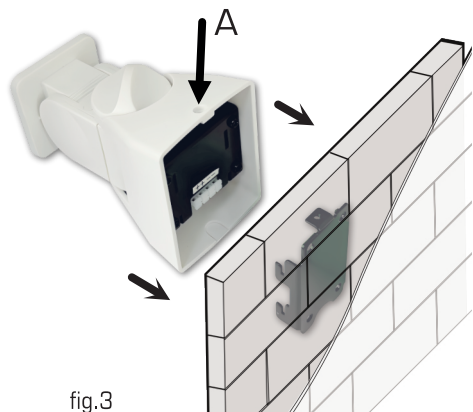

fig.3
Riferendovi alla Fig. 3, montate a parete la placca di supporto (utilizzando le viti e i tasselli in dotazione) in corrispondenza della conduttura con i cavi di collegamento. Per il corretto fissaggio della placca appoggiatela al muro e marcate con una matita i punti nei quali dovranno essere fatti i fori. Assicuratevi che dove forerete non siano presenti tubi di alcun genere. Procedete forando con un trapano il muro utilizzando la punta della misura dei tasselli, quindi appoggiate la piastra e fissatela avvitando le viti ai tasselli. Una volta collegati i cavi alla staffa, agganciate la staffa alla placca a muro, assicurandola tramite la vite da porre nel foro superiore (A).
Refer to Fig.3 to mount the support plate on the wall (using the included screws and plugs) where the duct with the connection cables is located. To fix the plate correctly, place it against the wall and mark with a pencil the points where the holes will need to be made. Make sure there are no pipes of any kind where you will drill. Proceed by drilling the wall with a tip of the same size of the anchors, then place the plate and secure it by screwing the screws into the plugs. Once the cables have been connected to the bracket, mount the bracket on the wall plate, securing it by means of the screw to be inserted in the upper hole (A).